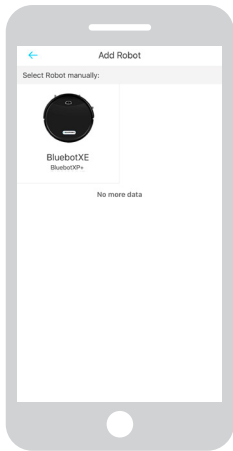

Figure 13 - Gerät hinzufügen
3. Wählen Sie den BluebotXE aus (siehe Abbildung 13).